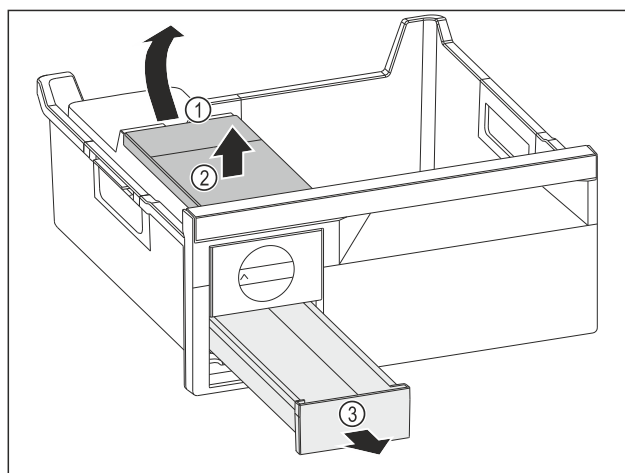

Fig. 77
- Retirer le réservoir d'eau : Soulever le réservoir d'eau hors de l'évidement Fig. 77 (1).
- Retirer le réservoir d'eau Fig. 77 (2) vers le haut.
- Retirer le compartiment à glaçons Fig. 77 (3) vers l'avant.